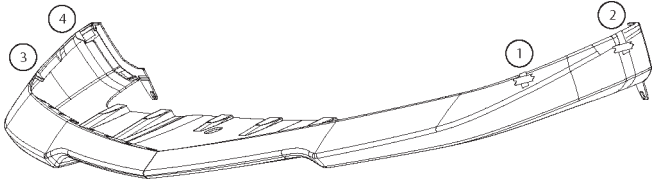

FIGURE 47
- Fixer les languettes du ruban sur la partie extérieure de la pièce à l'aide de ruban-cache. Se reporter à la Figure 47.